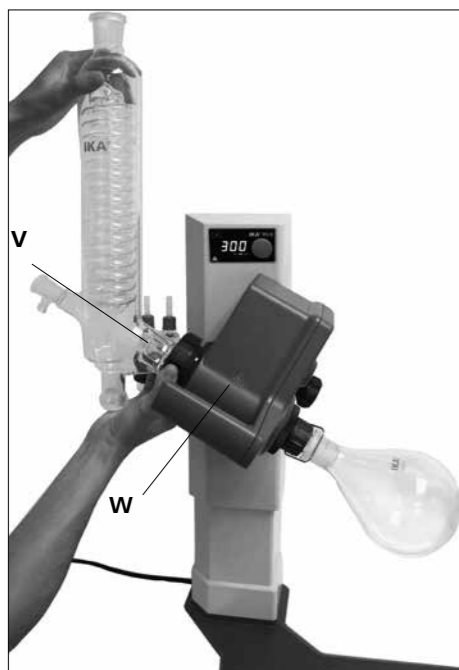

Fig. 17
- ロックナットとスプリングリングをコンデンサー (V) の接続部に装着します。
- 手でロックナットを回しながら駆動部 (W) に取り付ける。(Fig. 17)